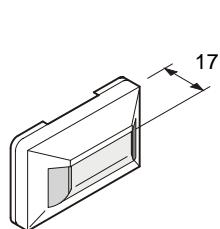

Fig. 1
- DJ1191 (Fig. 1) for mounting on door frames.
- DJ1191 (Fig. 1) für Zargenmontage